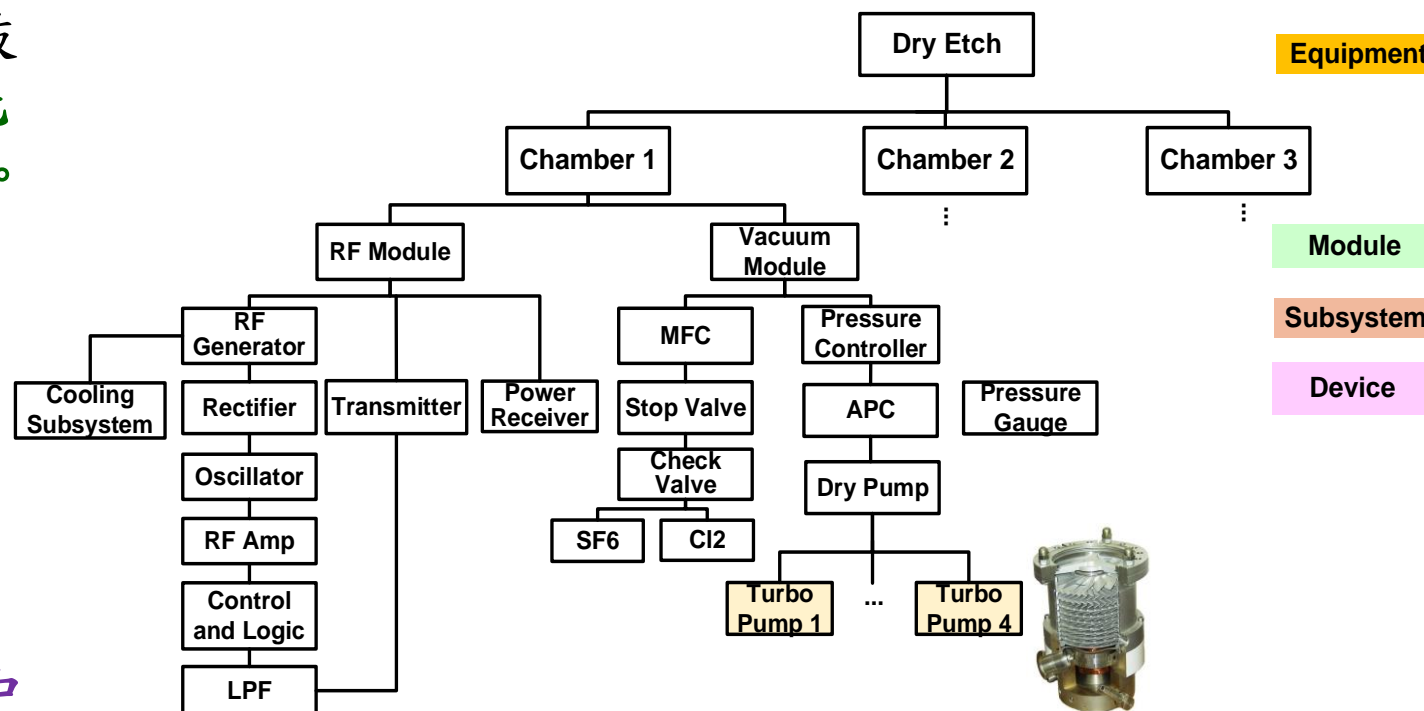

Fig.3. Common Equipment Model(CEM) of Dry Etch
- Fig.3為乾蝕刻機台之CEM圖，其中Turbo pump協助在製程中穩定壓力、保持生產品質。